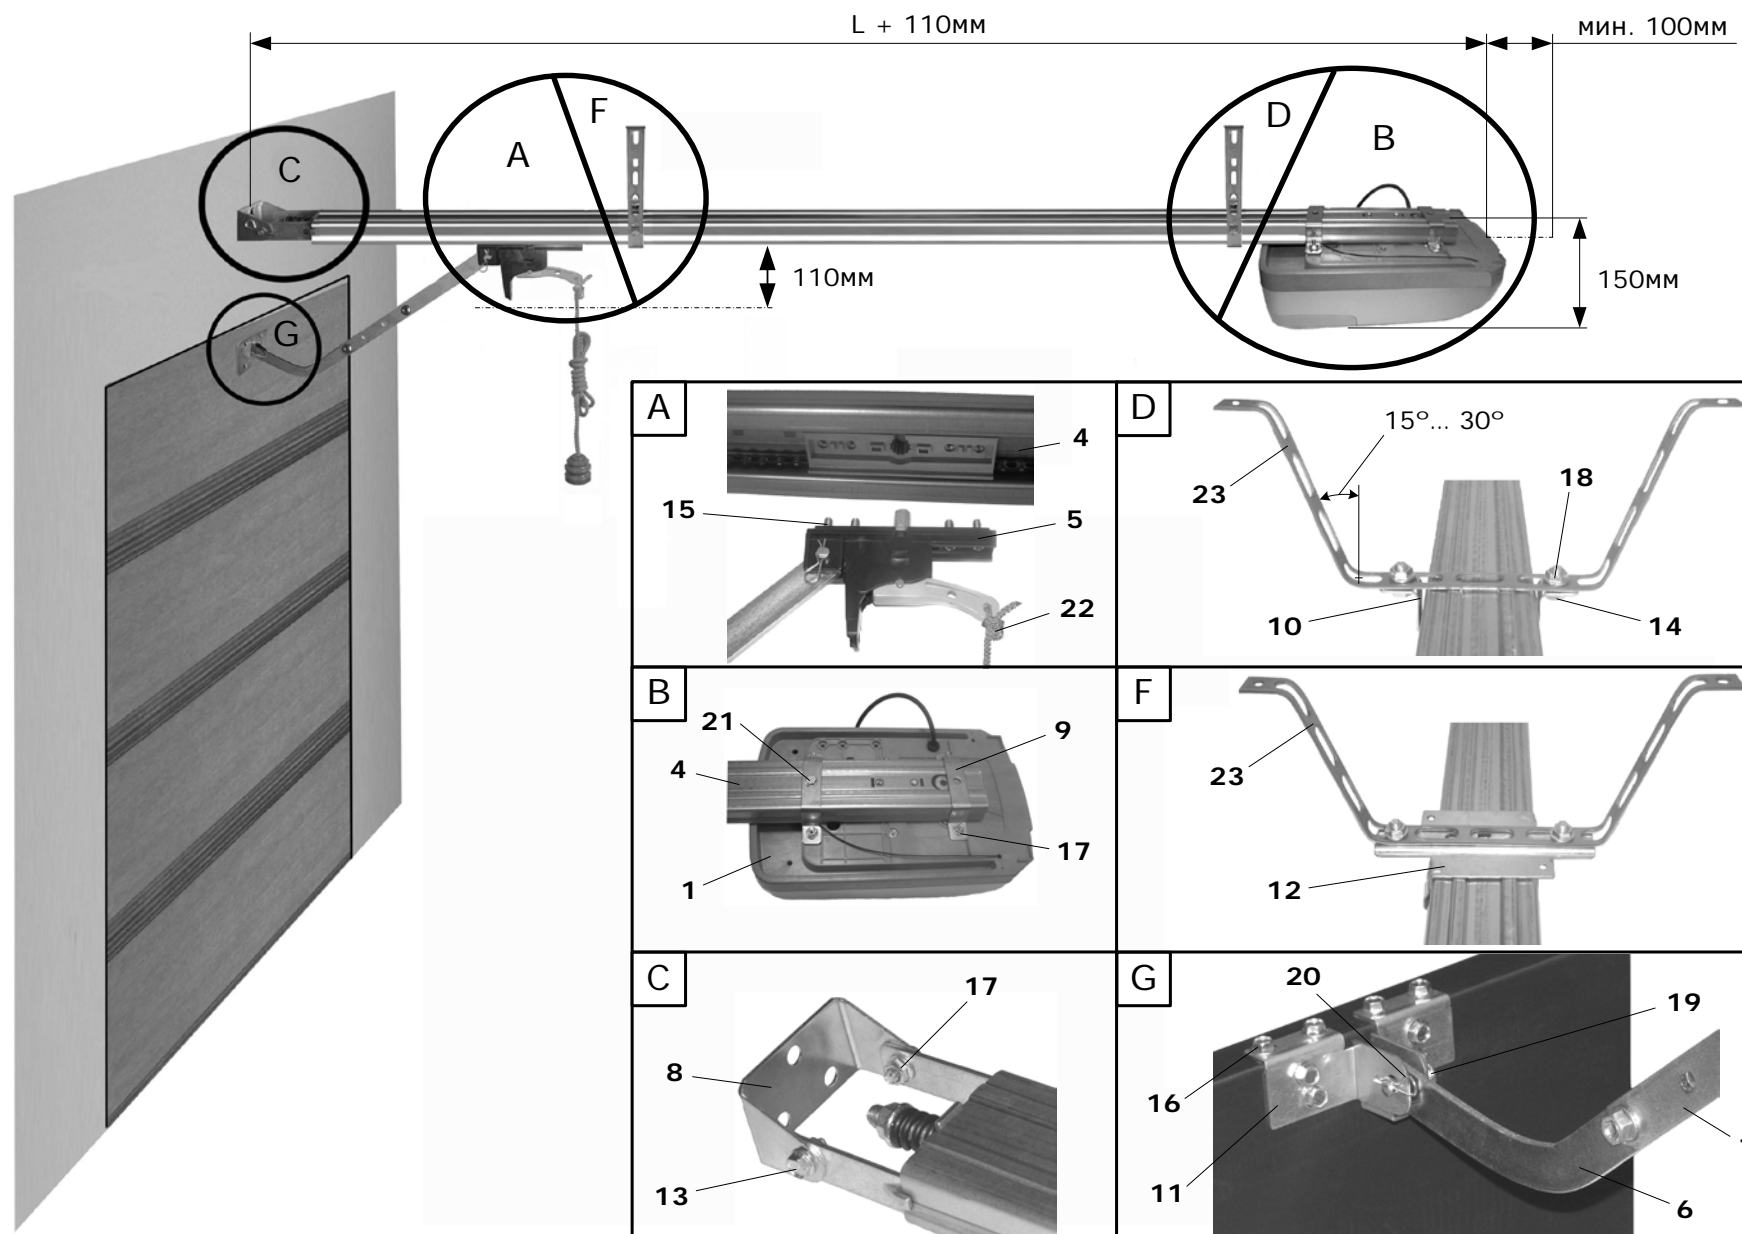

Рис. 2. Монтаж комплекта
Приводная рейка в цельном виде (Таблица 3) поставляется в подсобранном состоянии. Для окончательной сборки приводной рейки (вид А, Рис. 2) выполните следующее:
Для присоединения привода к рейке (вид В, Рис. 2) выполните следующее:
При креплении рейки к стене над воротами (вид С, Рис. 2) выполните следующее:
- Закрепите U-образный кронштейн крепления рейки 10 (вид D, Рис. 2) и изогнутую полосу крепления 23 на рейку вблизи привода с помощью двух болтов 14 и двух гаек 18. При расстоянии от рейки до потолка 5...130мм используется одна полоса крепления, изогнутая "П – образно" (Рис. 2). При расстоянии от рейки до потолка 130...350мм используются две полосы крепления, изогнутые "Z-образно" (в этом случае для крепления рейки к потолку необходимы две дополнительные полосы крепления не входящие в комплект поставки).
- Установите кронштейн крепления рейки 12 (вид F, Рис. 2) и изогнутую, в соответствии с выше описанным пунктом, полосу крепления 23 на рейку в месте, обеспечивающем наибольшую жесткость рейки (например, на расстоянии 1/3 длины рейки от проема ворот). Соедините кронштейн крепления рейки и полосу крепления с помощью двух болтов 14 и двух гаек 18. В комплекте поставки есть дополнительный кронштейн крепления 12 и дополнительная полоса подвеса 23, что позволит сделать дополнительное промежуточное крепление подвеса рейки к потолку.
Для соединения каретки рейки с полотном ворот (вид G, Рис. 2) выполните следующее: